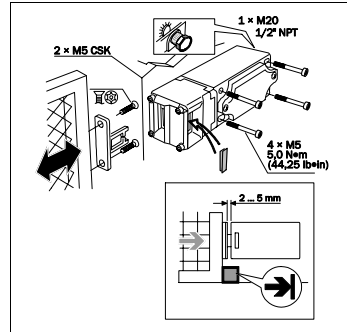

Abb. 1: Montage
- Sicherheitsschalter formschlüssig anbauen (siehe Abb. 1).
- Zusätzlichen Anschlag für beweglichen Teil der Schutzeinrichtung anbringen (siehe Abb. 1).